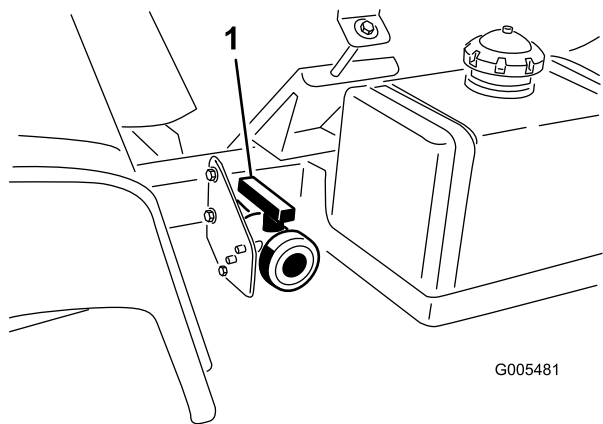

Figura 27
2. La valvola di spurgo del serbatoio è situata sul lato sinistro della macchina (Figura 27). La valvola si trova sul telaio di fronte al serbatoio carburante.